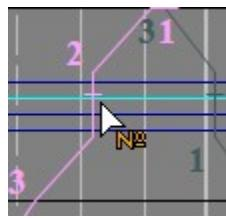

Рис.106. Выбор события нормативной нити.
- подвести указатель «мыши» к выбранному событию нормативной нити, убедиться, что появился значок № (см. рис. 106), нажать левую клавишу «мыши» и протянуть «мышь» до выбранного события нормативного графика;